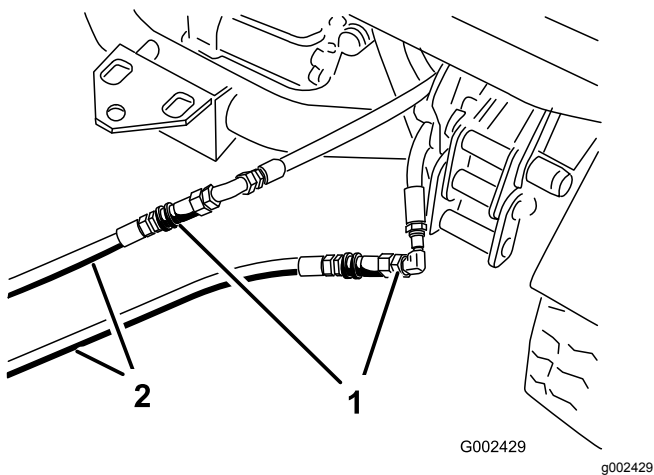

图70
3. 在禁用的机器上将 2 个跳线软管连接至断开的软管 图70。